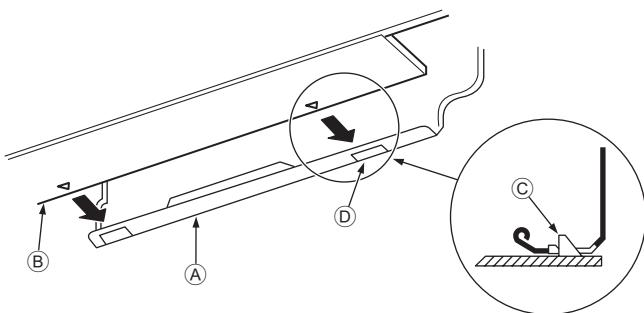

Fig. 3-15
3. Enquanto introduz a tubagem do refrigerante e a mangueira de drenagem no furo da parede (bucha), pendure a parte superior da unidade interior na placa de montagem ①.
5. Fixe empurrando a parte inferior da unidade interior para dentro da placa de montagem ①. (Fig. 3-15)
- * Verifique se os botões da parte inferior da unidade interior estão bem presos à placa de montagem ①.
- Ⓐ Placa de montagem ①